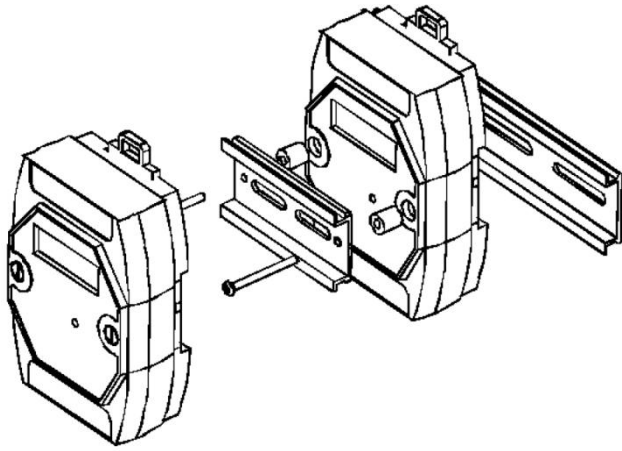
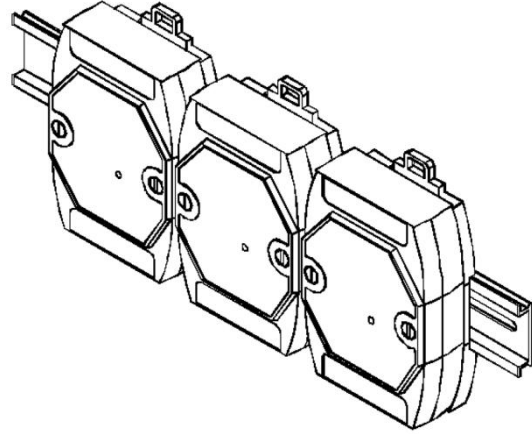

图 5
图 6
5、安装说明：DAM-3020 模块可方便的安装在 DIN 导轨、面板上（如图 5），还可以将它们堆叠在一起（如图 6），方便用户使用。信号连接可以通过使用插入式螺丝端子，便于安装、更改和维护。